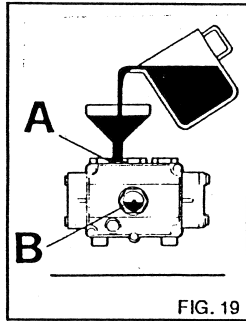

FIG. 19
- 3) Atornillar nuevamente el tapón de descarga y llenar con aceite por el tapon superior (fig. 19A) hasta el nivel indicado en la mirilla (fig.19 B). Emplear solamente aceite SAE 20 W/40. Cantidad de aceite necesario 1,2Lts.